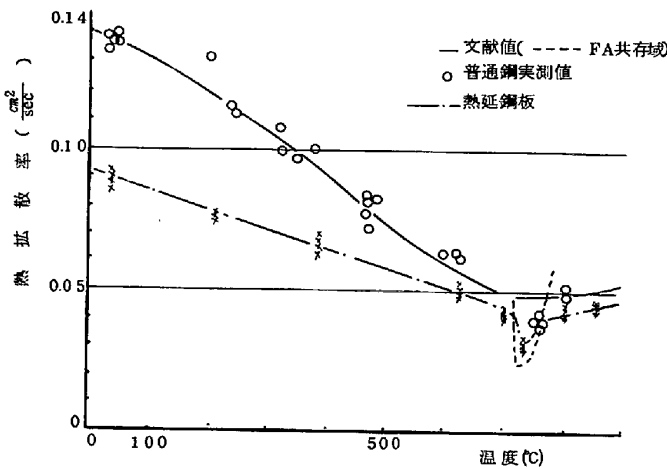
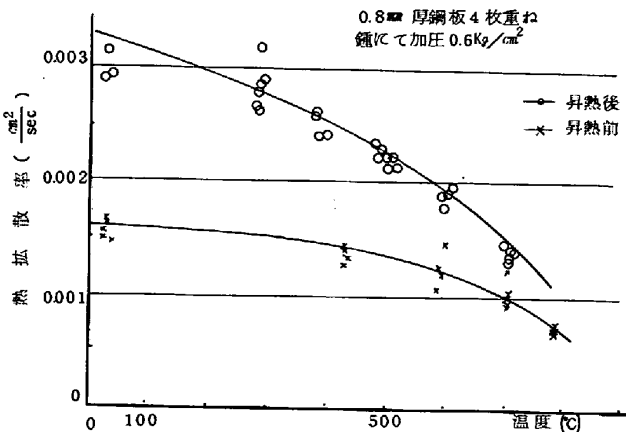
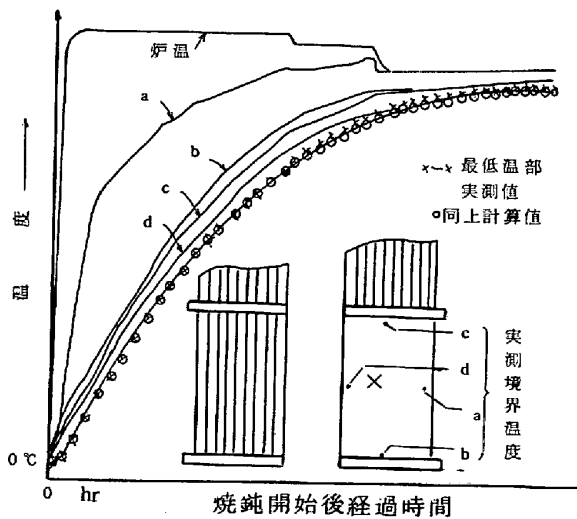

図1 鋼材の熱拡散率
図2 冷延鋼板を重ねた場合の熱拡散率
図3 タイコ焼鈍コイル断面温度分布計算結果
3 測定結果とその応用 ; (1)普通鋼(図1):室温~800℃で文献値に対し±10%の精度、装置の性能として十分である。(2)冷延鋼板を重ねた場合(図2):室温~800℃で普通鋼の1/50~
1/100の値。これを用いてタイトコイル焼鈍のコイル断面温度分布を計算した所誤差は12℃以内で良く一致。(図3)。そこで、この値を用いて計算により焼鈍サイクルを改良しコイルの焼き過ぎ、不足をほぼ解決した。(3)熱延鋼板(図1):スラブ加熱パターン決定および圧延・巻取温度制御用資料に用いている。(4)連鑄装置用鋼材とその溶接部:溶接部は室温~700℃で母材の1/10~1/3となる。